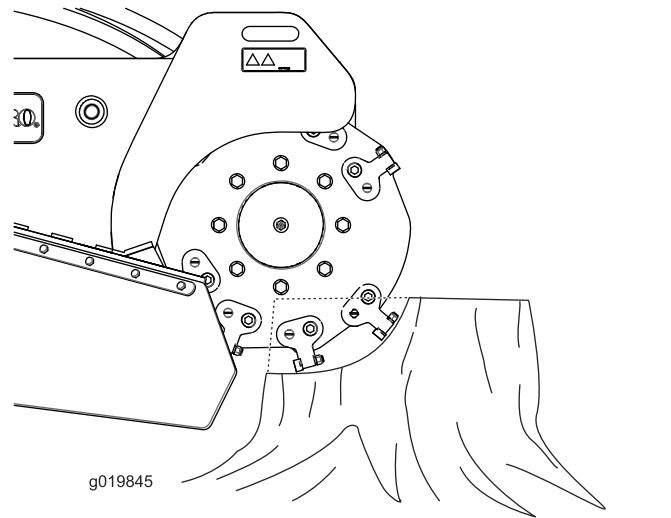

Figure 19
- Utilisez le levier de commande et la commande de déplacement pour positionner la rogneuse d'un côté à l'avant de la souche, à peu près à 2,5 cm sous de la surface (Figure 19).
- Utilisez le levier de commande pour passer la rogneuse lentement sur la souche, et enlever une largeur de copeaux (Figure 19).